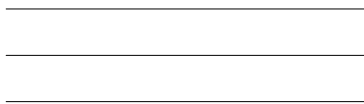

图 6-48 打开素材
① 按 Ctrl+O 组合键，打开配套光盘提供的“第 6 章/ 6.2.8 沿线标桩.dwg”素材文件，结果如图 6-48 所示。